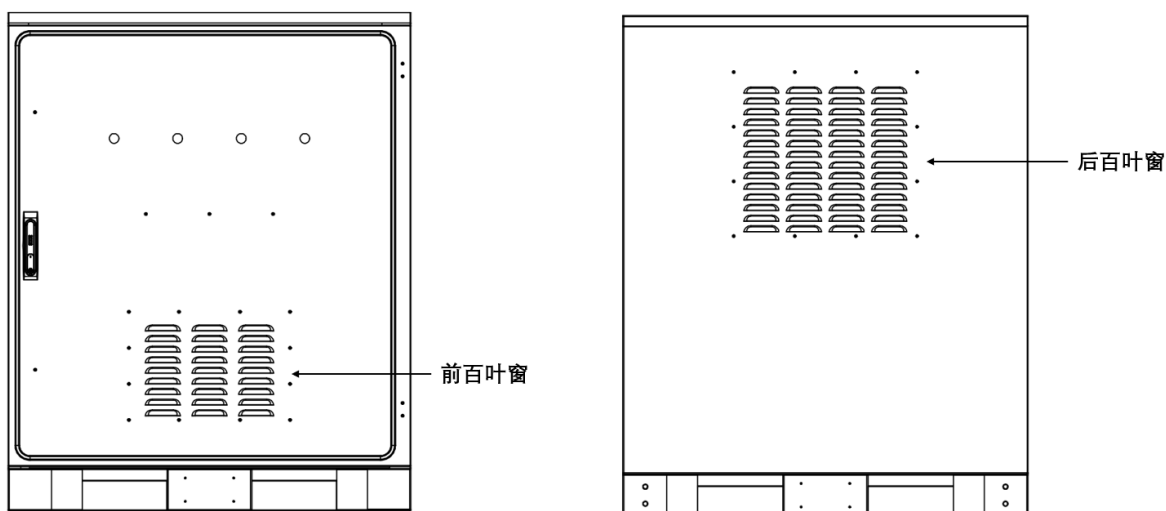

图 6-1 百叶窗位置示意图
- 3、汇流柜前后有百叶窗需要定期清洁。百叶窗位置如图 6-1 所示。